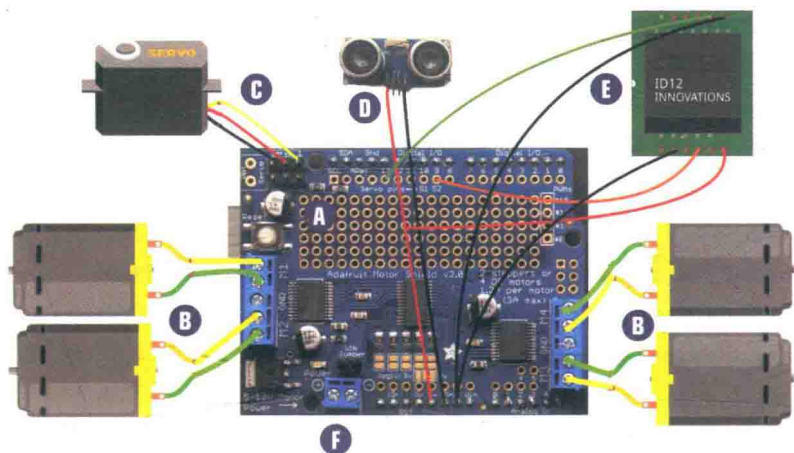

图 13.28 按图中所示连接电子装置
19. 接下来，开始安装电子装置。图 13.28 展示了各种不同的组件及其连接方法，下面一一单独介绍。